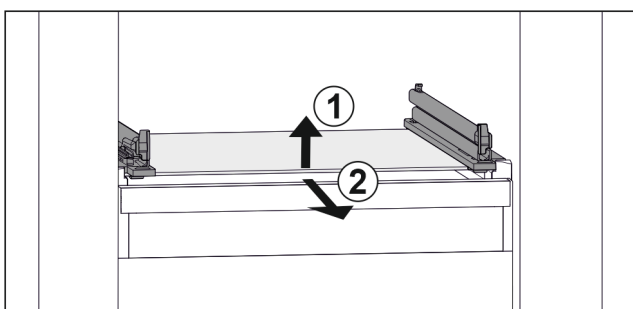

Fig. 76 Примерно изображение на стъклената плоча
- ▶ Повдигнете стъклената плоча отпред. Fig. 76 (1)
- ▶ Извадете стъклената плоча напред. Fig. 76 (2)